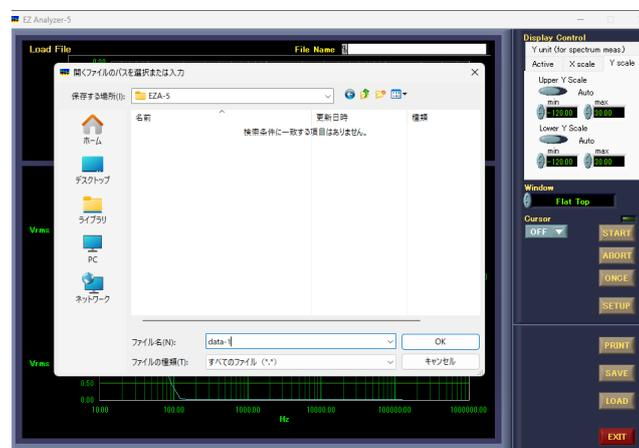

図 5-2
(2)ここでは保存するファイル名を「data-1」としました(図 5-2)。